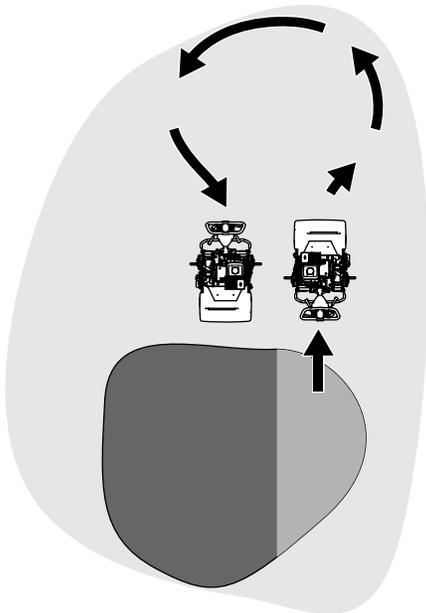

Figure 16
- Faites demi-tour en dehors du green en soulevant le cylindre de coupe (appuyez sur le guidon) et exécutez un demi-tour en « goutte d'eau » sur le tambour de déplacement (Figure 16).
1. Localisez le levier d'engagement de déplacement sur le boîtier d'engrenages de la transmission (Figure 16).